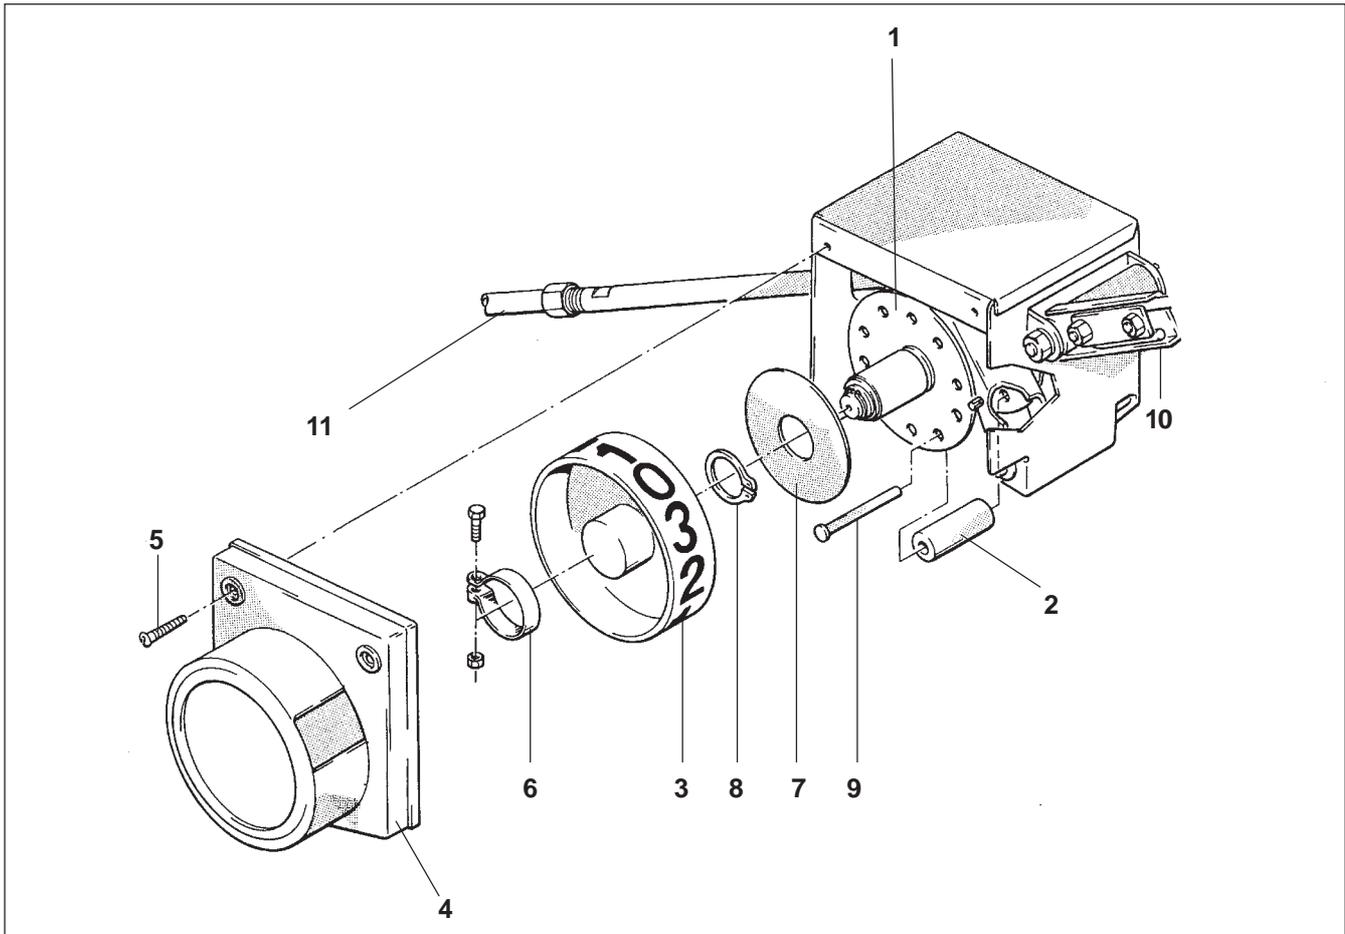

Fig. 26.40
- Sicherungsscheibe (Fig. 26.40/7) und Sicherungsring (Fig. 26.40/8) montieren.
- Anzeigerad (Fig. 26.40/3), wie unter Kap. 26.11 gezeigt, mit neuem Kontrollstreifen versehen und auf dem Teilungsrad mit Hilfe der Schelle (Fig. 26.40/6) vorerst locker befestigen.
- Hebel (Fig. 26.40/10) so oft nach unten drücken, bis das Klemmrohr (Fig. 26.40/11) von einer Schaltrolle (Fig. 26.40/2) angezogen und gehalten wird. Der Schutzdeckel (Fig. 26.40/4) wird an den Schaltkasten gehalten und das Anzeigerad (Fig. 26.40/3) so weit verdreht, bis die Zahl "0" am Fenster des Schutzdeckels zu sehen ist.
- Anzeigerad (Fig. 26.40/3) mit der Schelle (Fig. 26.40/6) festklemmen und den Schutzdeckel (Fig. 26.40/4) montieren.
- Hebel (Fig. 26.40/10) so oft nach unten drücken, bis sich das Anzeigerad (Fig. 26.40/3) mindestens dreimal vollständig gedreht hat und überprüfen, ob der Schaltkasten ordnungsgemäß arbeitet, d.h. in jeder "0"-Stellung das Klemmrohr (Fig. 26.40/11) anzieht.